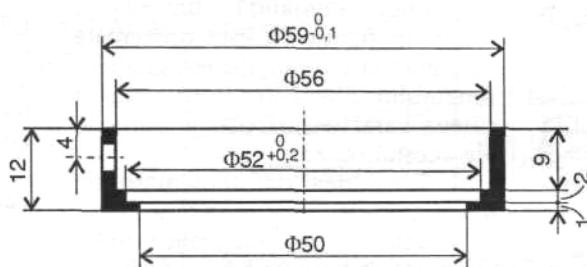

Figura 4
- INELUL SUPORT (poz. 5) se monteaza in locul platoului cu platine. Forma si dimensiunile acestui inel sunt prezentate in **figura 4**. Se executa din bara de stratitex (textolit). Alte detalii de executie sunt date in capitolul REALIZAREA PRACTICA;